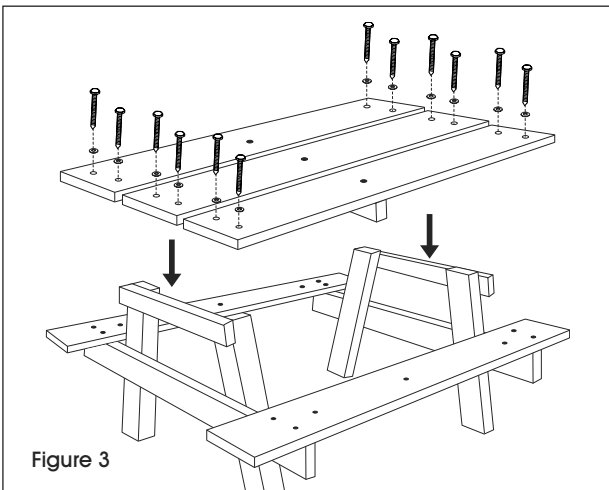

Figure 3
- Placez les trois planches de table sur les bases en A. Alignez les trous prépercés sur la base en A. Fixez sans serrer les planches de table à la base en A à l'aide des tire-fonds de 3 1/2 po et des rondelles en utilisant la perceuse et la douille tournevis de 7/16 po (à bien visser plus tard à l'étape 8). (Voir Figure 3)